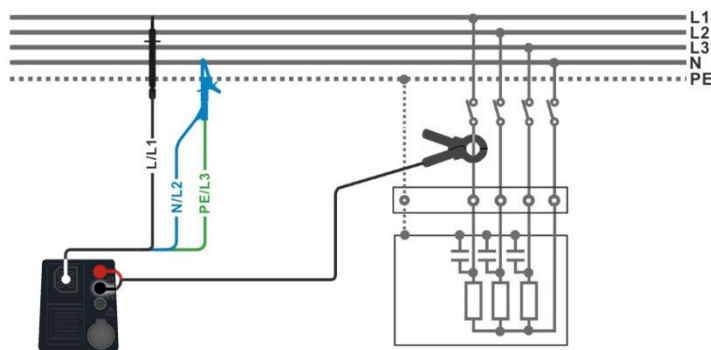

Abbildung 4.54: Leistungsmessung
- › Wählen Sie die Funktion **Leistung (P)** im Menü **LEIST**.
- › Schließen Sie die 3-Leiter-Prüflleitung und die Stromzange am Prüfobjekt an, siehe **Abbildung 4.54**.